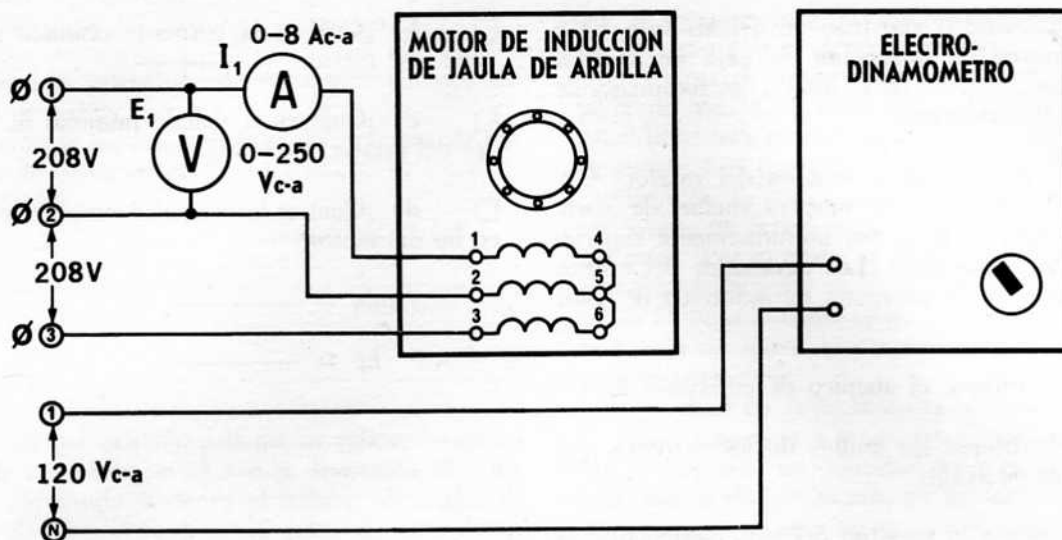

Figura 52-2
- ☐ 7. a) Conecte el circuito que aparece en la *Figura 52-2*. Observe que ahora se utiliza la salida trifásica fija de la fuente de alimentación, terminales 1, 2 y 3.